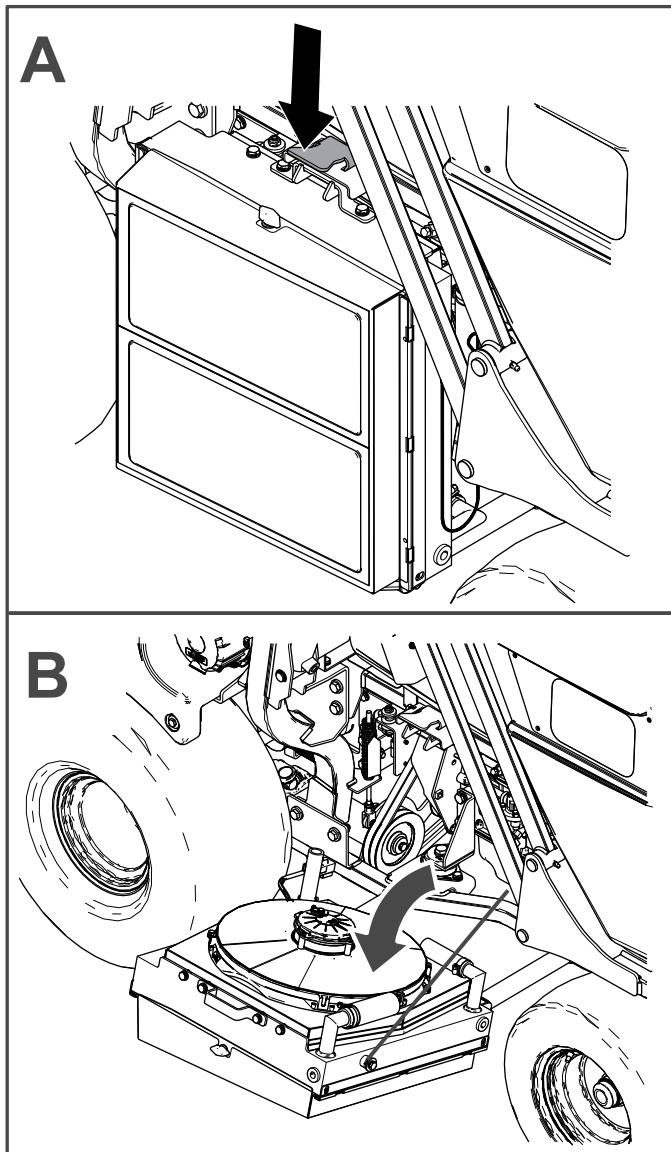

Figura 53
Spingete in basso il fermo e abbassate il radiatore per accedere al motore (Figura 53).
1. Abbassate il radiatore e controllate il livello dell'olio come illustrato nella Figura 53 e nella Figura 57.